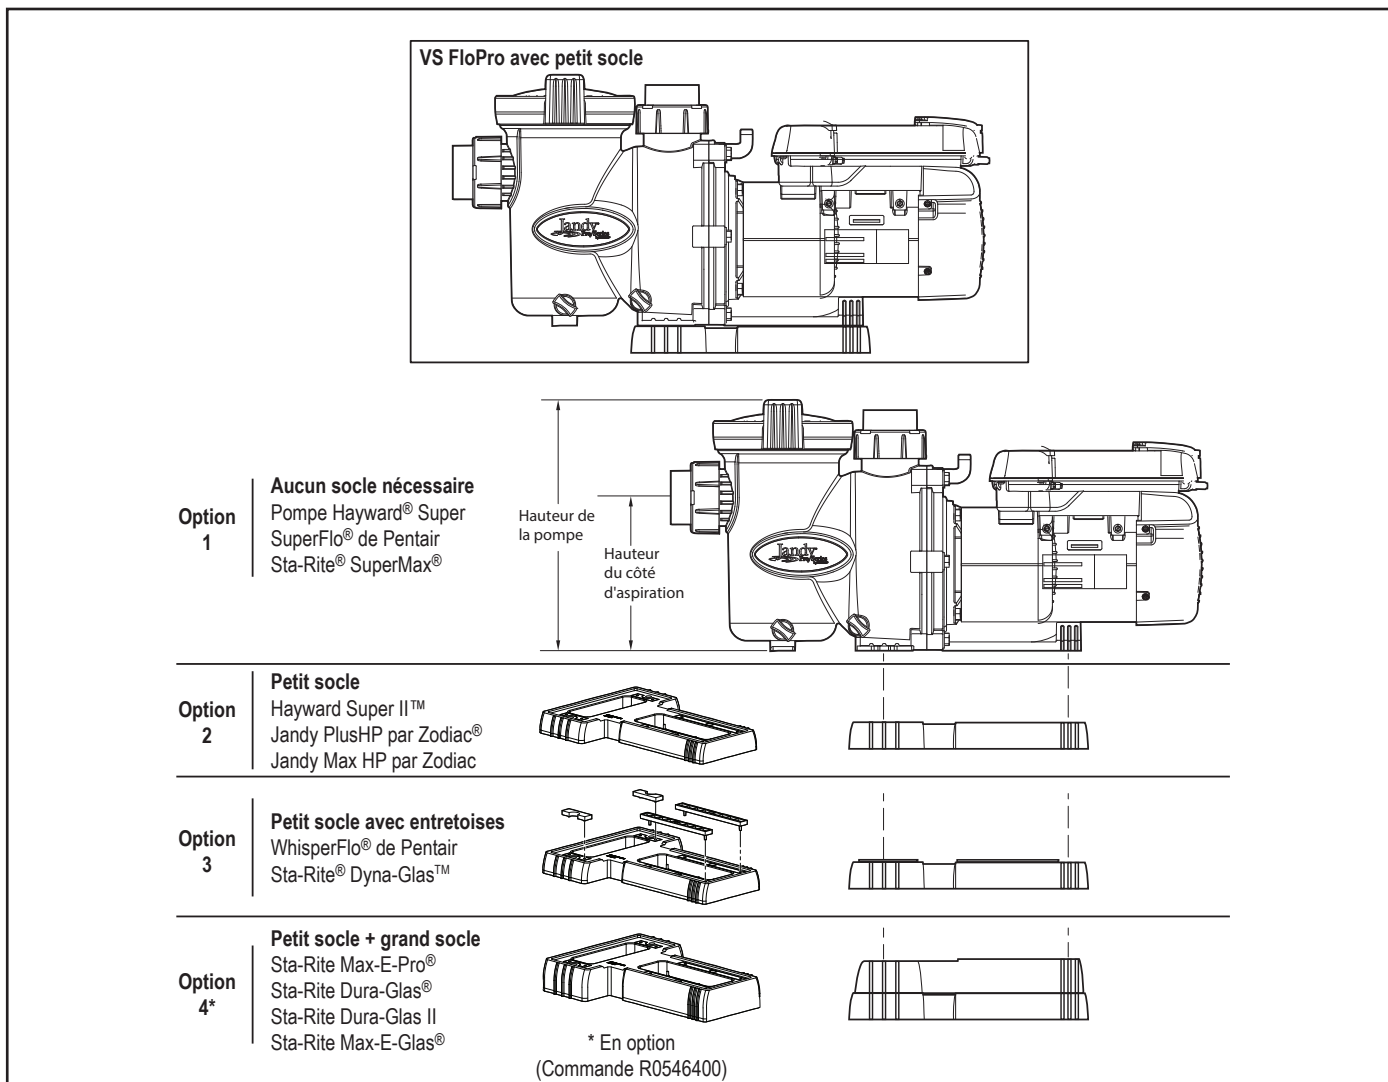

Figure 3. Options pour le socle et la pompe VS FloPro
augmente la hauteur totale de la pompe et la hauteur du côté aspiration de la pompe. Voir le Tableau 2 et la Figure 3.
2. La métallisation doit être effectuée à l'aide d'un conducteur en cuivre massif de calibre 8 AWG ou plus élevé. Au Canada, un fil de calibre 6 AWG ou plus doit être utilisé. Métalliser le moteur à l'aide de la cosse de mise à la masse externe prévue sur l'armature du moteur (Voir la Figure 3).